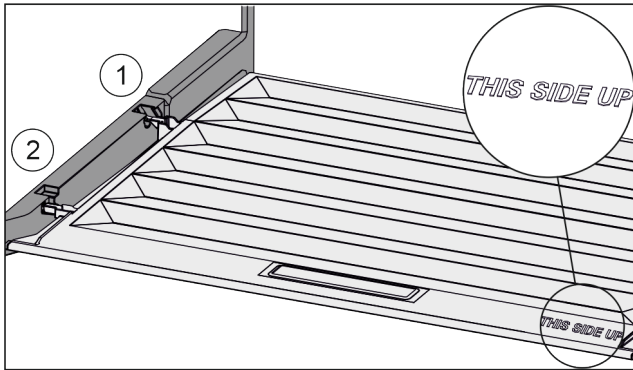

Fig. 85
- ▶ Dekselpanden via de opening van de achterste houder Fig. 85 (1) aanbrengen en van voren in de houder Fig. 85 (2) klikken.